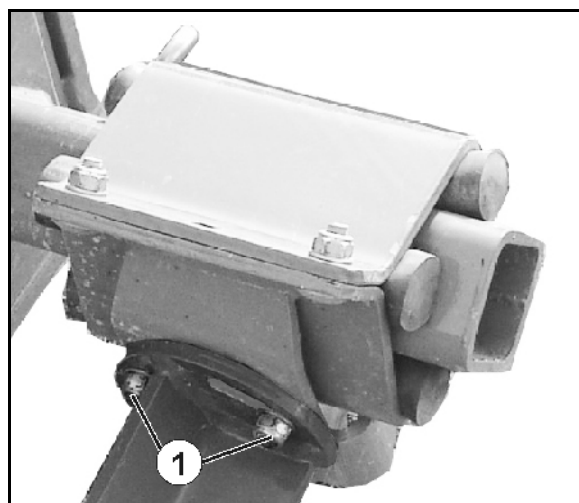

Fig. 51
2. Løsn tre forskruninger (Fig. 51/1).